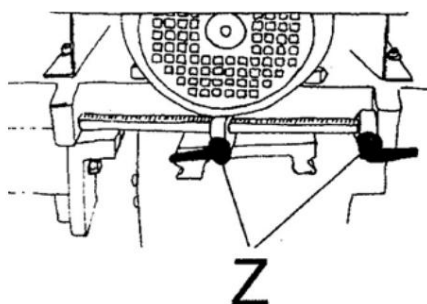

Fig. 19: Ajuste de profundidad LLB 30
Paso 4: Ajuste el recorrido horizontal de la máquina mediante las palancas de sujeción Pos Z (Fig. 19).